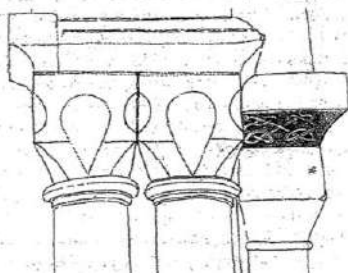
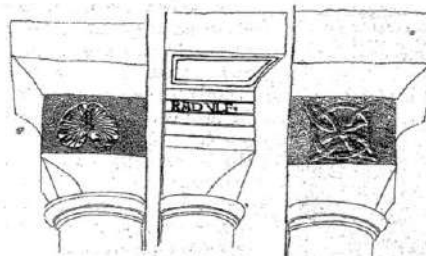

FIG II 8 - CHAPITEAU
FIG II 9
L'arcade occidentale, qui ouvre sur la nef, est plus basse. Il semble que l'on ait interrompu ici la première phase de construction de l'église. Elle porte les marques nettes de réservation de madriers laissant penser que l'on dut temporairement fermer l'édifice avec une palissade de bois. Mais revenons quelques instants sur les chapiteaux situés au bas des trompes. (I) Trois d'entre eux figurent en très léger bas relief un décor : à l'angle sud-est, il s'agit d'un entrelacement de deux étoiles de David (Figure II-8). A l'angle sud-ouest, on lit sur une sorte de cartouche, le nom de Radulf abrégé de Radulfus (Figure II-9). (II)